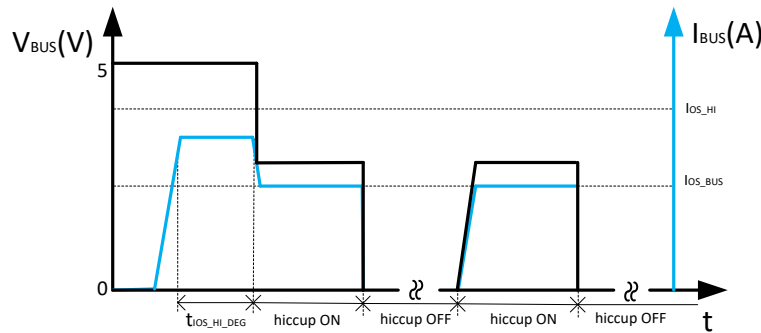

図 10-6. バス過電流保護
- 2 つ目の状態は、負荷電流が I_{OS_BUS} 以上まで増加したにもかかわらず、 I_{OS_HI} の設定より低い場合です。このデバイスでは $t_{IOS_HI_DEG}$ の間、USB ポートから I_{OS_BUS} への電流に制限をかけずに、USB ポートからこの大きな電流を出力することが可能です。グリップ除去時間 $t_{IOS_HI_DEG}$ が経過すると、デバイスは I_{OS_BUS} への出力電流を制限し、電流制限モードを維持して動作します。負荷によって I_{OS_BUS} 以上の電流が要求されると、図 10-6 に示すように、USB 出力電圧は $I_{OS_BUS} \times R_{LOAD}$ (抵抗性負荷) まで低下します。過電流制限状態が 4.1ms 以上続くと、対応の USB チャンネルは、オフ時間 524ms、オン時間 4.1ms のヒカップ・モードに入ります。他の USB チャンネルは正常に動作します。